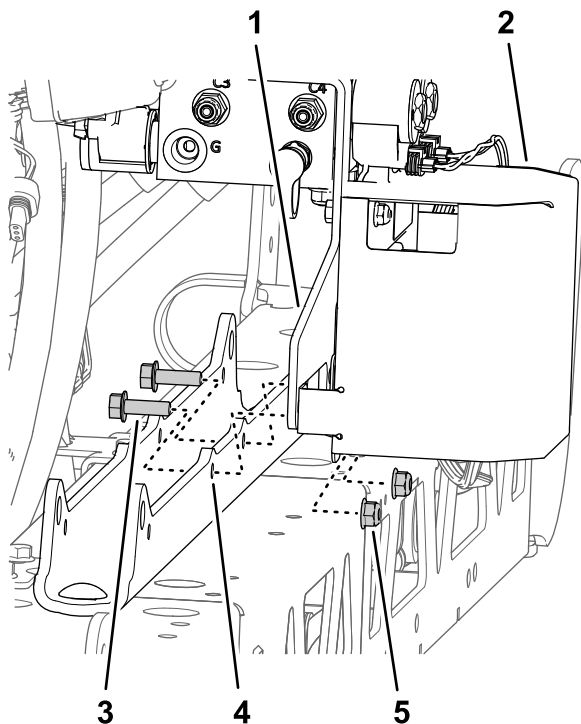

Рисунок 95
- В. Установите опорный кронштейн и кронштейн контроллера ТЕС на крепление цилиндра (Рисунок 95) при помощи 2 болтов с фланцевыми головками (5/16 x 1 дюйм) и фланцевых контргаек (5/16 дюйма), снятых при выполнении пункта 1 раздела Демонтаж коллектора подъема секции со средней секции опрыскивателя \(страница 24\).